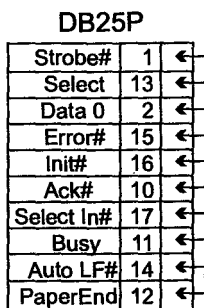

Рис. 1.9. Схема заглушки для тестирования LPT-порта программой CheckIt
Тестирование портов с помощью диагностических программ позволяет проверить выходные регистры, а при использовании специальных заглушек — и входные линии. Поскольку количество выходных линий порта (12) и входных (5) различно, то полная проверка порта с помощью пассивной заглушки принципиально невозможна. Разные программы тестирования требуют применения разных заглушек (рис. 1.9).